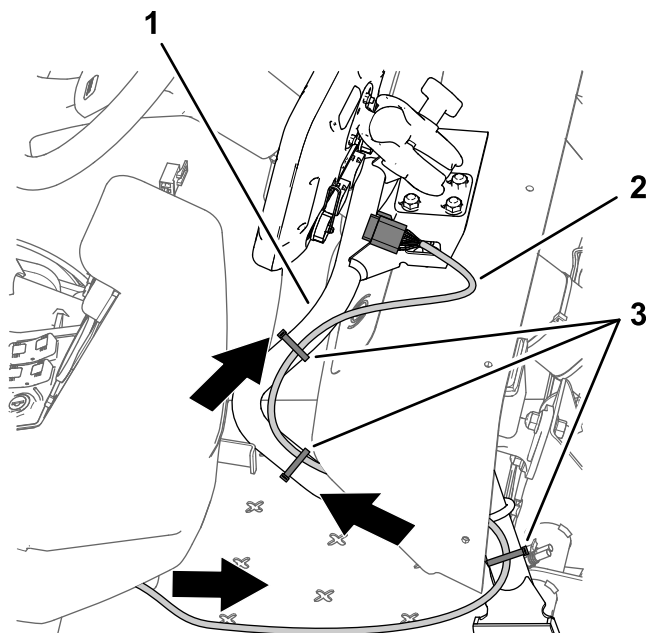

Bild 204
- Verlegen Sie den 220-cm-Datenkabelbaumzweig (der Kabelbaumzweig mit dem 26-Buchsen-Stecker) nach vorne und unter dem Armaturenbrett (Bild 204).
- Verlegen Sie den 220-cm-Datenkabelbaumzweig entlang des Stützrohrs für den Monitor (Bild 204).
4. Stellen Sie sicher, dass der 220-cm-Datenkabelbaumzweig genug Spiel hat, damit der Bediener die Stellung des Monitors anpassen kann; befestigen Sie den Kabelbaum mit Kabelbindern am Stützrohr für den Monitor, wie in Bild 204 abgebildet.